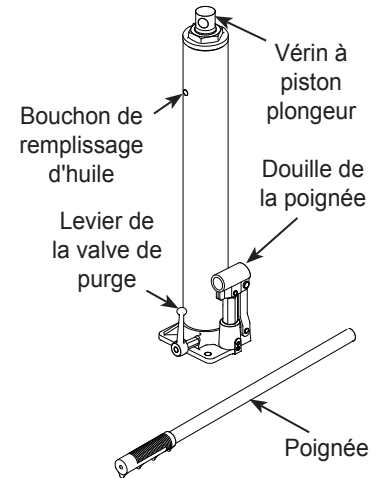

Figure 5 : Assemblage du vérin hydraulique
4. Enlevez le vérin hydraulique et placez-le tel qu'illustré à la figure 5.